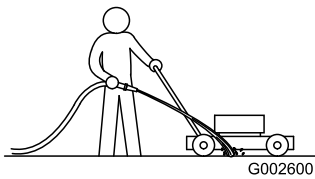

Bild 26
1. Lassen Sie den Motor auf einer flachen, befestigten Oberfläche laufen und sprühen Sie Wasser vor das rechte Hinterrad (Bild 26).